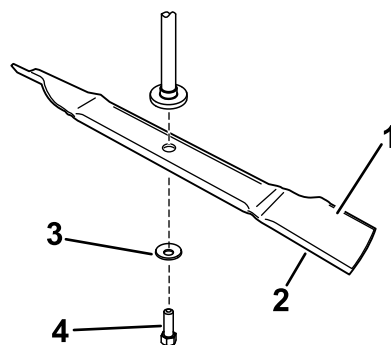

Figura 8
1. Montate la lama sull'asse del fusello (Figura 8).
2. Montate la rondella curva (lato concavo verso la lama) e il bullone della lama (Figura 8). **Non montate il rinforzo della lama.**
Queste lame non richiedono la staffa di rinforzo della lama (Figura 8).